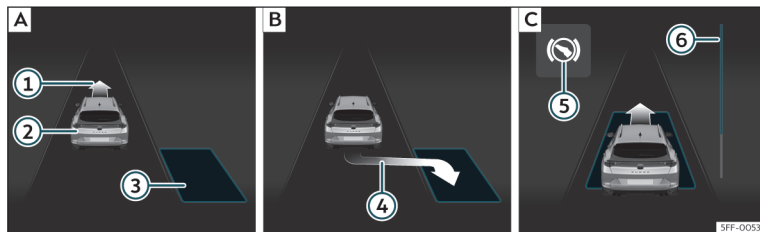
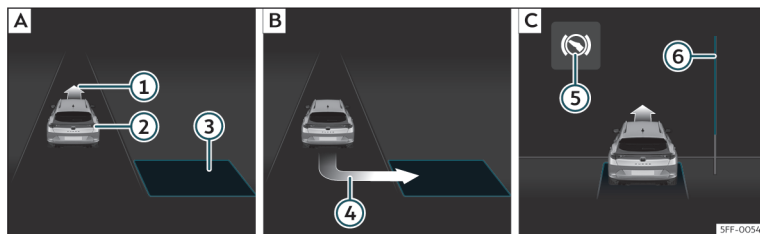

Fig. 172 Sul display del quadro strumenti: Parcheggiare in linea. **[A]** Cercare uno spazio di parcheggio. **[B]** Posizione di parcheggio. **[C]** Manovrare.
Fig. 173 Sul display del quadro strumenti: parcheggiare a pettine. **[A]** Cercare uno spazio di parcheggio. **[B]** Posizione di parcheggio. **[C]** Manovrare.
» **fig. 172 [B]** o » **fig. 173 [B]**. Lo spazio sarà stato considerato "idoneo" se nel display del quadro strumento compare l'indicazione di parcheggio ④.
- Retrocedere finché non si sentirà il segnale continuo del ParkPilot; **OPPURE:** spostarsi in retromarcia finché nel display del quadro strumenti non comparirà l'indicazione di spostarsi con la marcia in avanti >>> **fig. 172**  >>> **fig. 173** ; **OPPURE:** finché nel display del quadro strumenti non comparirà il messaggio **Park Assist terminato**. La barra di avanzamento  indica la distanza che si deve percorrere >>> pag. 280.
avanti e in retromarcia fino a posizionarlo al centro dello spazio di parcheggio >>> **fig. 172**  >>> **fig. 173** .
La barra di avanzamento >>> **fig. 172**  >>> **fig. 173**  mostra simbolicamente nel display del quadro strumenti la distanza relativa ancora da percorrere. Maggiore è la distanza, maggiore sarà il riempimento della barra di avanzamento. Circolando con la marcia in avanti, il contenuto della barra di avanzamento diminuisce verso l'alto, e circolando in retromarcia, diminuisce verso il basso.